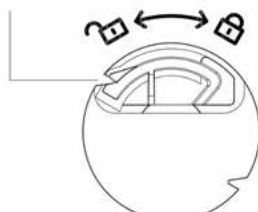
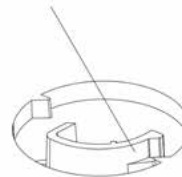

Рис.3
Рис.4
4. Возьмите прибор и переверните его вверх дном, поместите сверху перевернутое основание и совместите его пазы с установочными штифтами на приборе (рис.2), повернув основание на приборе в направлении пиктограммы закрытого замка (рис.3). При снятии, нажмите на застёжку прибора, чтобы освободить основание, и поверните само основание в направлении пиктограммы раскрытого замка, затем снимите (рис.4).